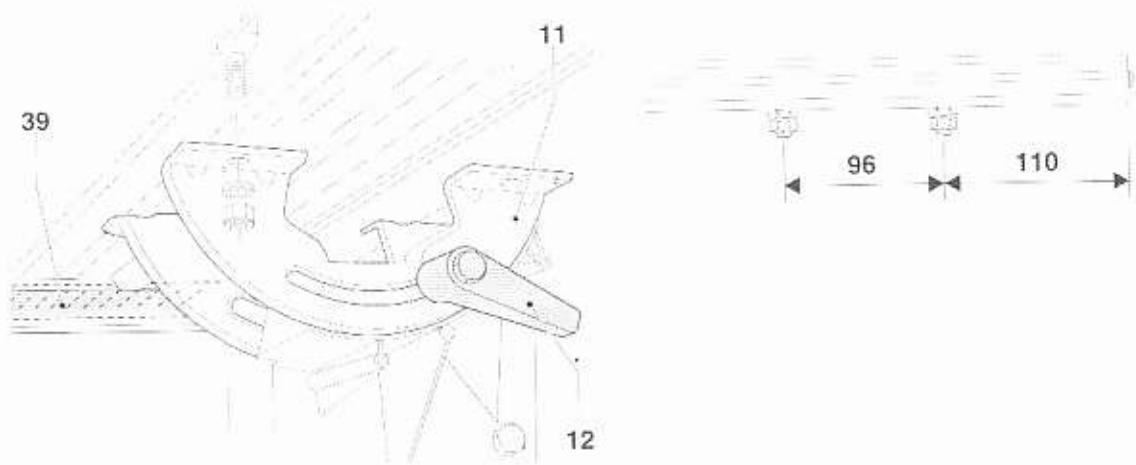

Figure D1
MONTAGE DE LA LAME DE SCIE À RUBAN (FIG. D1-D7)
1. Desserrez la bride de la table et déplacez la table à l'angle maximum. Utilisez une clé pour desserrer le boulon hexagonal fixant la perche. Cela désactivera immédiatement le micro-interrupteur (fig. D1).